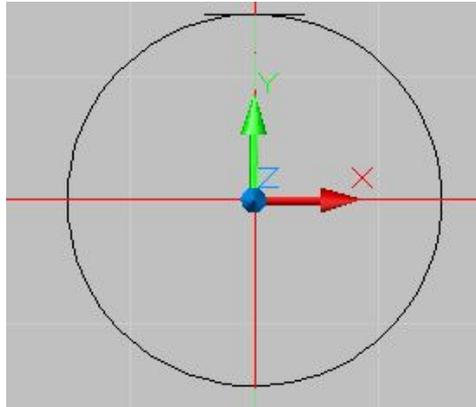

Рис. 2
5. Строим окружность. Выбираем команду,  потом в боковом меню выбираем **Ц,Диам**, затем в командной строке вводим значение окружности **30**. Потом в верхней части окружности чертим впадину. Из точки пересечения осевой линии и линии окружности вправо и влево проводим линию. Выбираем команду , ставим первую точку, отводим указатель мыши влево и в командной строке вводим длину отрезка **4**. Аналогично делаем в правую сторону (см. рис. 2).